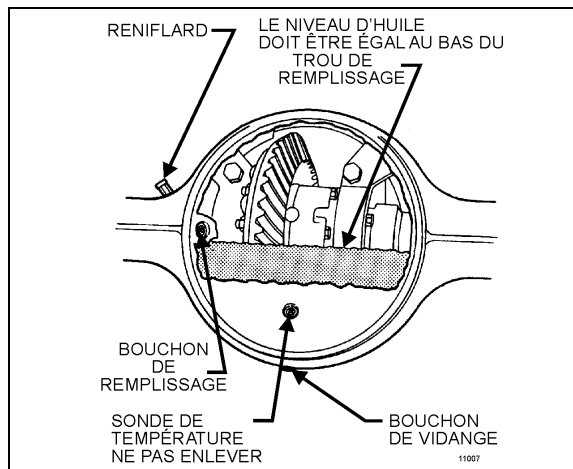

FIGURE 4: CUVETTE DU BOÎTIER DU DIFFÉRENTIEL
3. Nettoyer la zone entourant le bouchon de remplissage. Enlever le bouchon de remplissage de la cuvette du logement du différentiel de l'essieu (Figure 4).